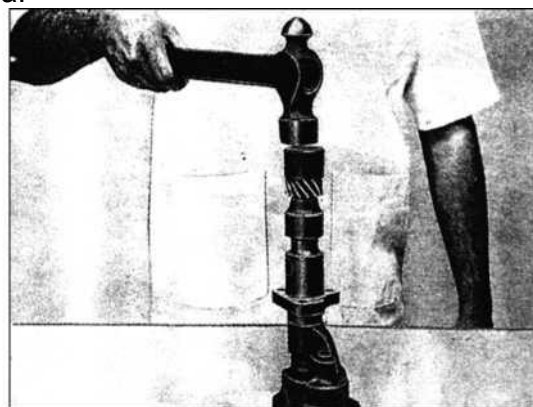

РИС. 143
- 7) Нагрейте шестерню привода масляного насоса до температуры приблизительно 80° С и установите на ведущий вал. Убедитесь, что сегментная шпонка в нужном положении. Нажмите (или пристукните) на косозубую шестерню таким образом, чтобы получить необходимый осевой зазор между шестерней и корпусом (см. рис. 143).